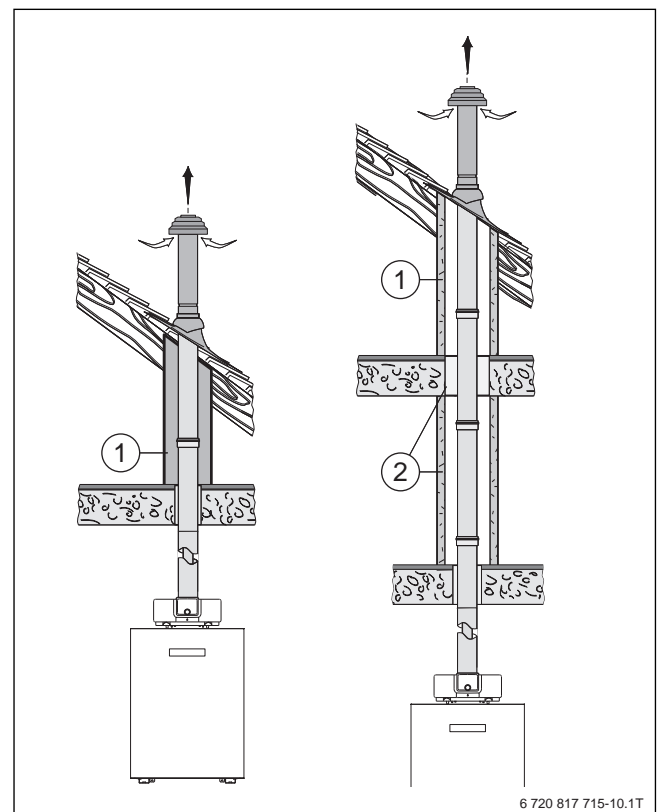

Bild 70 Luft-Abgas-Leitung
- Wenn sich unmittelbar über dem Aufstellraum nur die Dachkonstruktion befindet, ist die Luft-Abgas-Leitung zwischen der Deckenoberkante des Aufstellraums und der Dachhaut zu verkleiden. Dafür genügen ein nichtbrennbarer, formbeständiger Baustoff oder ein metallisches Schutzrohr (→ Bild 70, [1]). Wenn für die Decke eine Feuerwiderstandsdauer festgelegt ist, dann gilt diese auch für die Verkleidung.
- Beim Überbrücken von Geschossen ist für die Luft-Abgas-Leitung außerhalb des Aufstellraums bis in die Dachhaut ein Schacht mit der Feuerwiderstandsklasse L30 (F30) oder L90 (F90) einzuplanen (→ Bild 70, [2]). Dafür sind nur zugelassene Schachtkonstruktionen zu verwenden.